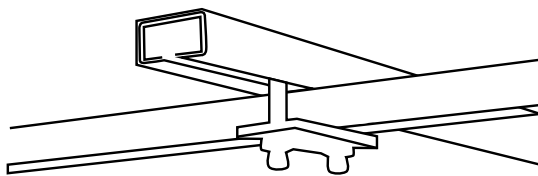

figure 3
3. Fixez la tente de toit à votre galerie de toit ou aux barres de toit à quatre endroits, comme indiqué sur la figure 3.